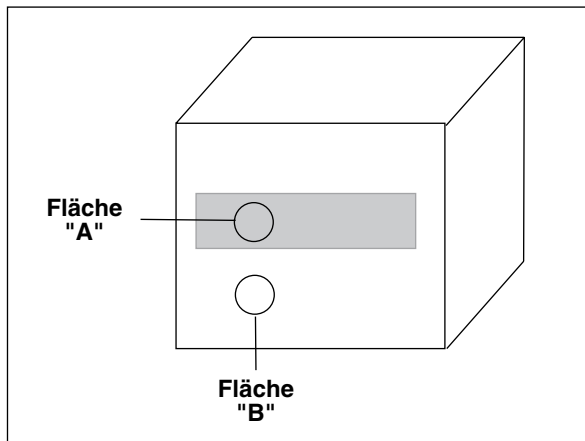

Abbildung C-1. Bestimmung des Emissionsfaktors
3. Stellen Sie den Emissionsfaktor am Instrument auf den Wert des Abdeckbandes ein. Messen Sie mit dem Thermometer die Temperatur des Abdeckbandes (Fläche "A" in Abbildung C-1). Achten Sie darauf, daß die gemessene Fläche das Sichtfeld des Thermometers vollständig ausfüllt.
4. Zielen Sie mit dem Thermometer auf einen nicht abgedeckten Bereich des Objekts (Fläche "B" in Abbildung C-1). Achten Sie darauf, daß die gemessene Fläche das Sichtfeld des Thermometers vollständig ausfüllt. Weiterhin sollte diese Fläche so nahe wie möglich am abgeklebten Bereich liegen.
2. Stellen Sie den Emissionsfaktor am Instrument auf den Wert des Lackes ein. Messen Sie mit dem Thermometer die Temperatur des lackierten Objektbereichs (Fläche "A" in Abbildung C-1). Achten Sie darauf, daß die gemessene Fläche das Sichtfeld des Thermometers vollständig ausfüllt.